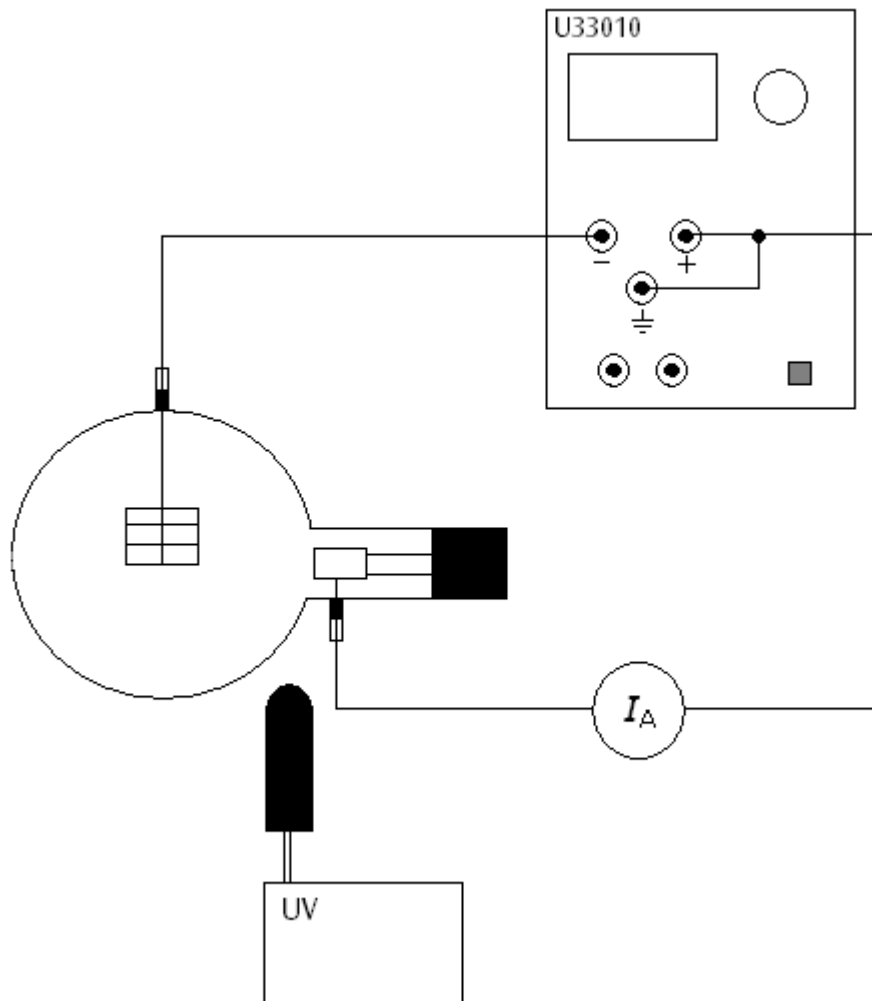

Fig. 2 Eccitazione tramite luce UV
- Collegare il tubo a luminescenza in base alla fig. 2.